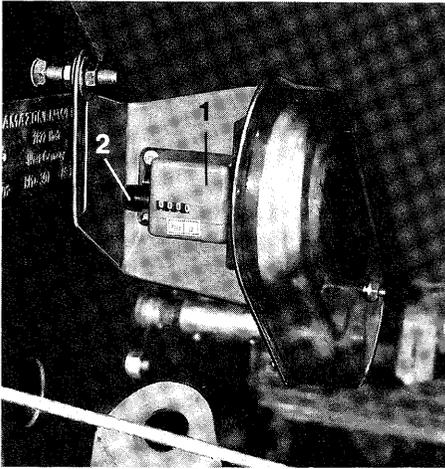

Fig. 119
Le compteur d'hectares (fig. 119/1) est placé sous la trémie sur la paroi extérieure côté droit de la trémie.
Avant de semer, remettre le compteur d'hectares à zéro en tournant le bouton molleté (fig. 119/2).
- Vérifier si le pignon (fig. 119 a/1) s'applique correctement contre la chaîne à rouleaux (fig. 119 a/2).